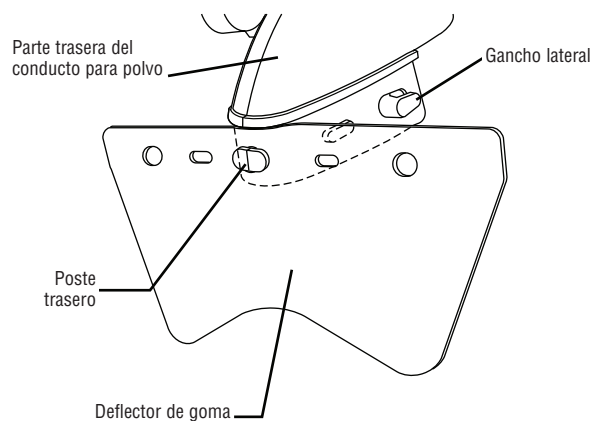

Figura 9. Instalación del deflector de goma en el poste trasero
**Remoción del deflector** – Jale una de las lengüetas del deflector hacia delante y luego lateralmente hasta que se separe de uno de los ganchos laterales del conducto para polvo (vea la figura 9). Desenganche el lado opuesto. Luego, desenganche el deflector del poste trasero del conducto para polvo jalando y estirando hasta que esté libre. NOTA: Al retirar el deflector se reduce la capacidad de recolección de polvo.